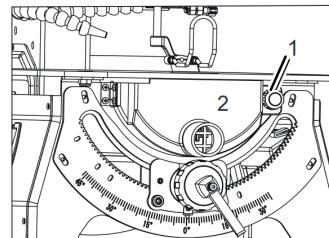

ABBILDUNG 8
1. Lösen Sie zuerst den Verriegelungsknopf (Abb.8, 1) und klappen Sie die Staubschutzaube auf (2).